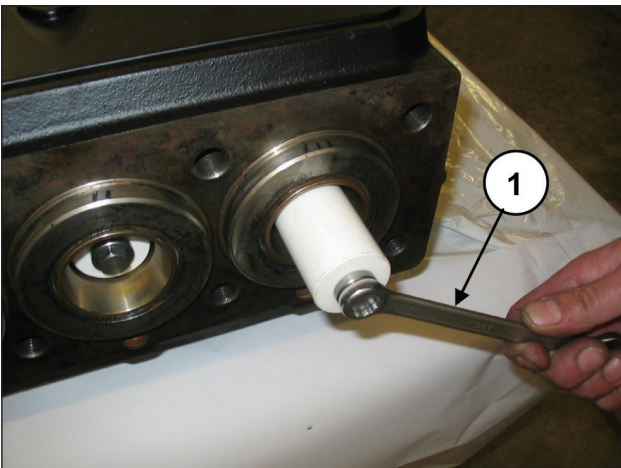

Fig. 121
Démonter les pistons en dévissant les vis de fixation (rep. ①, Fig. 121).